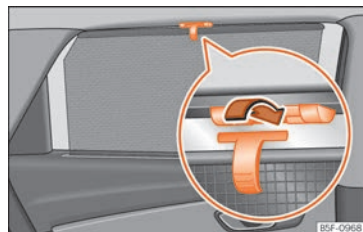

Abb. 125 Seitenfenster hinten: Sonnenschutzrollo.
- Ziehen Sie das Rollo aus und hängen es in den Haken am oberen Türrahmen ein »» Abb. 125.